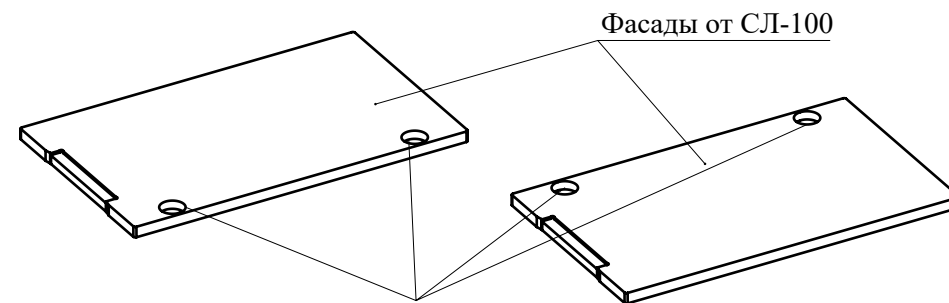

Рис.5
4. При помощи шурупов 3,5х16 закрепите петли накладные на фасады от СЛ-100 (Рис. 5).